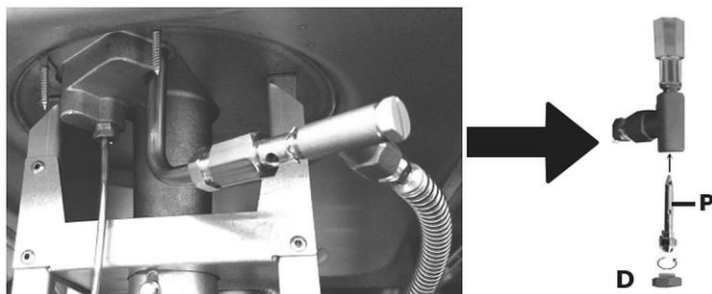

Fig. 9
3. Dévisser l'écrou de fixation **D** (fig. 9).